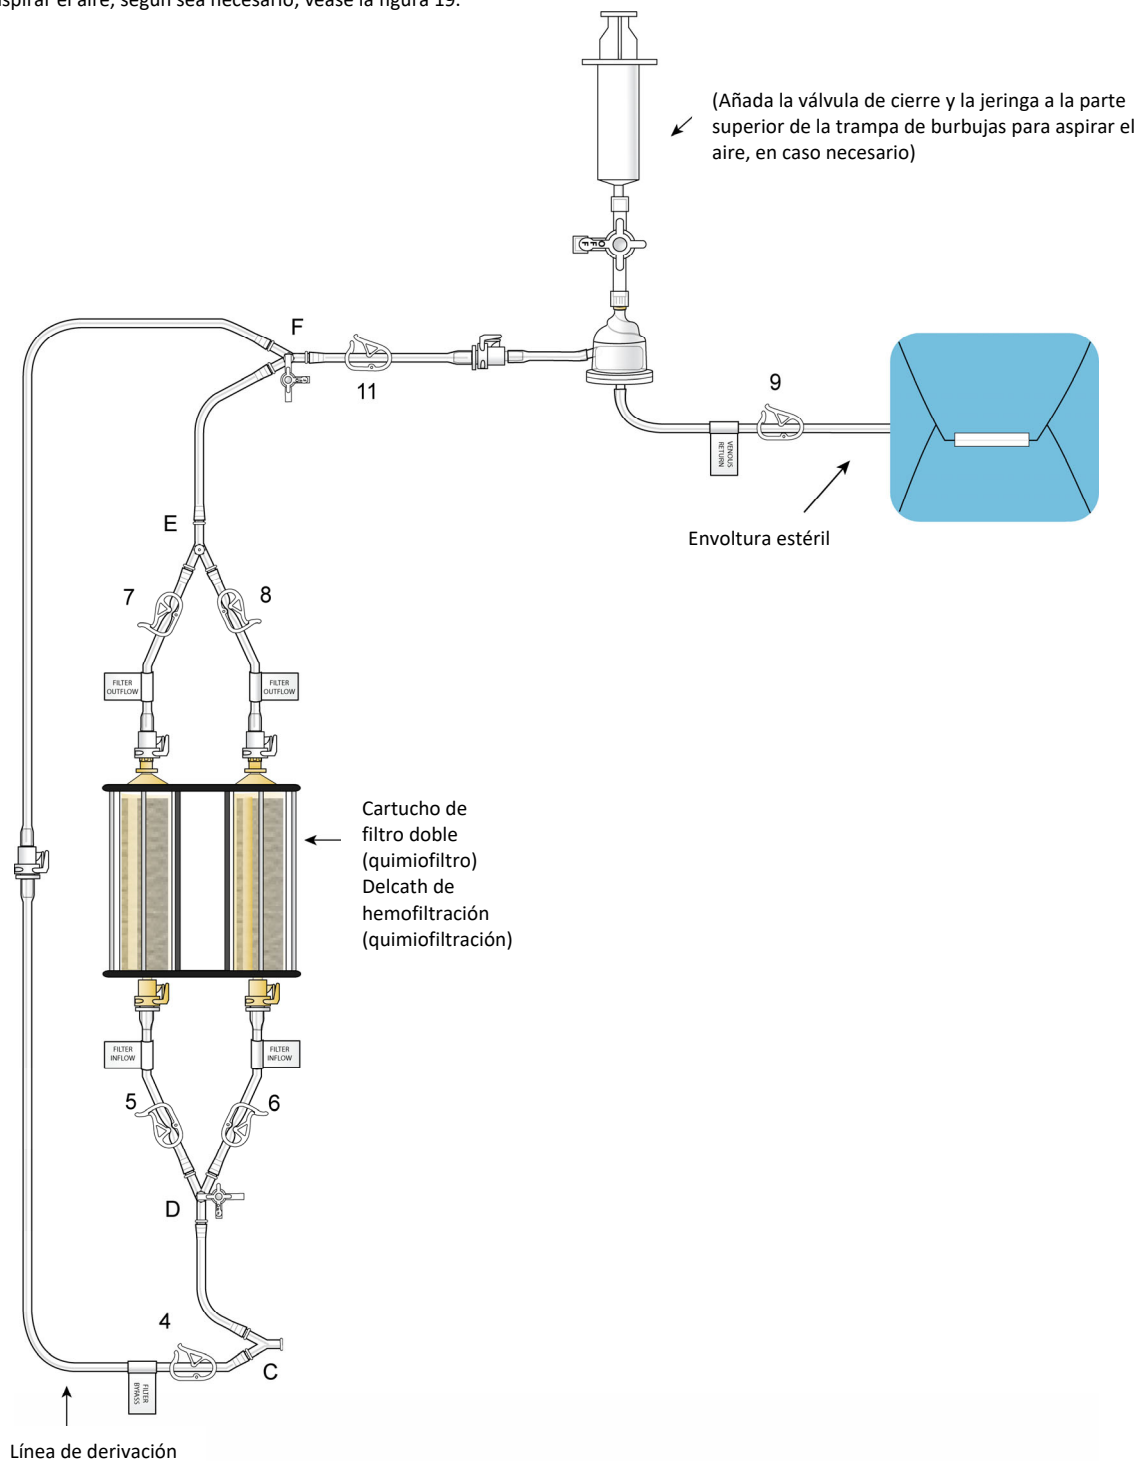

Figura 19
- (d) Ceebe la línea de retorno venoso y la trampa de burbujas abriendo las abrazaderas 4, 11 y 9; conecte la válvula de cierre a la trampa de burbujas y utilice una jeringa para aspirar el aire, según sea necesario; véase la figura 19.